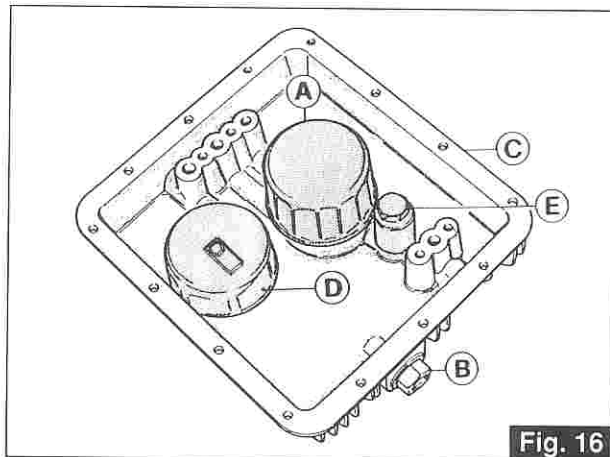

Fig. 16
«B» Tappo scarico olio (fig. 16).
«B» Oil drain plug (fig. 16).
4.2 SOSTITUZIONE FILTRO A CARTUCCIA E PULITURA FILTRO A RETINA (fig. 16)
4.2 CHANGING THE FILTER CARTRIDGE AND CLEANING THE MESH FILTER (fig. 16)